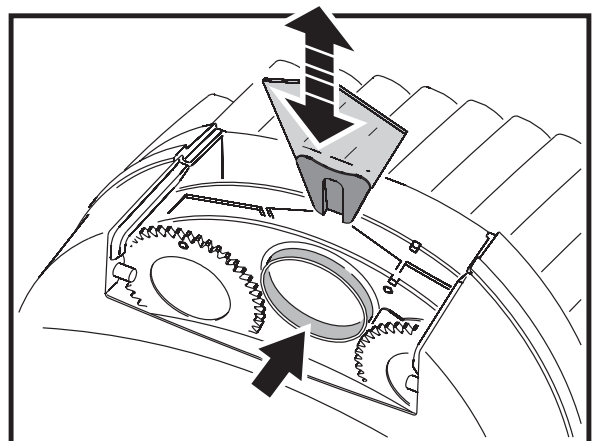

Bild 15: Tauschen von Gobos und Farbfiltern
5. Entfernen Sie einen Farbfilter, indem Sie das Goborad soweit drehen, bis die offene Position vor dem zu wechselnden Farbfilter steht (Pfeil in Bild 15). Drücken Sie den Filter vorsichtig zur Frontlinse und ziehen Sie ihn heraus. Wenn Sie den Filter mit Ihren Fingern nicht fassen können, schützen Sie den Filter mit mehreren Lagen Papier und ziehen Sie ihn mit einer Spitzzange heraus.